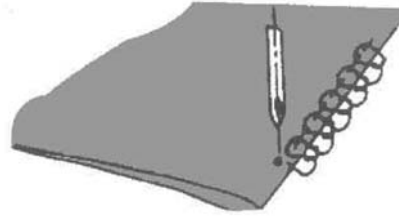

Abb.93
- Legen Sie die Textile so, dass ein Teil des Stiches außerhalb der Textile genäht wird (Abb. 93).